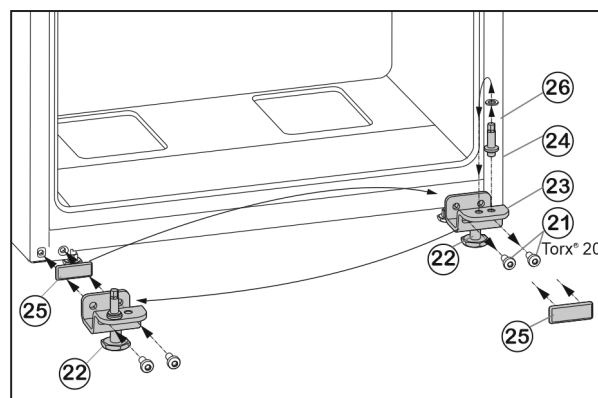

Fig. 7
- ▶ Odkręcić śruby mocujące Fig. 7 (21).
- ▶ Usunąć dolną płytkę zawiasu Fig. 7 (23), wraz z trzpieniem zawiasu Fig. 7 (24), podkładką Fig. 7 (26) i nóżką Fig. 7 (22).
- ▶ Odkręcić cały trzpień zawiasu Fig. 7 (24) z podkładką Fig. 7 (26), przetożyć do przeciwległego otworu mocującej płytki zawiasu i tam dokręcić.
- ▶ Ostrożnie zdjąć płytkę osłaniającą Fig. 7 (25) i przetożyć na przeciwną stronę.
- ▶ Całą dolną płytkę zawiasu Fig. 7 (23) wraz z trzpieniem zawiasu Fig. 7 (24), podkładką Fig. 7 (26) i nóżką Fig. 7 (22) ponownie przykręcić po nowej stronie zawiasu, ew. przy użyciu wkrętarki akumulatorowej (z siłą 4 Nm).
- ▶ Założyć dolne drzwi od góry na sworzeń zawiasu Fig. 7 (24).
- ▶ Środkową płytkę zawiasu (13) obrócić o 180° włożyć w dolne drzwi i przykręcić po nowej stronie zawiasu za pomocą śrub mocujących (11) (2 x Torx® 20) (z siłą 4 Nm).
- ▶ Ponownie założyć podkładkę z tworzywa sztucznego (10).
- ▶ Wykręcić nóżkę Fig. 7 (22) przy dolnej płytce zawiasu Fig. 7 (23), aż będzie przylegać do podłoża.